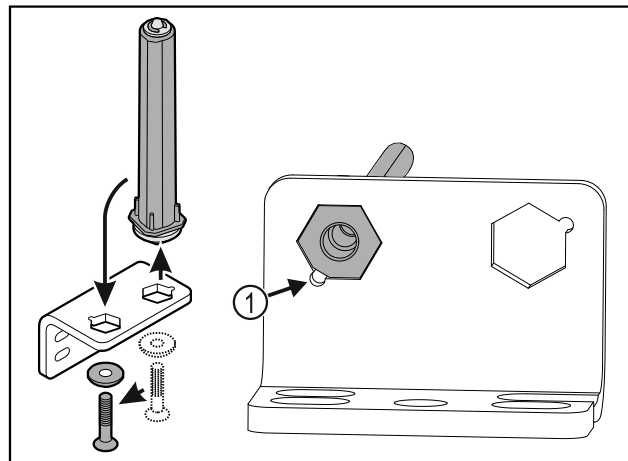

Fig. 25
- ▶ Bëni kujdes që gjatë vendosjes, e prera e kokës së bulonit Fig. 25 (1) të jetë e drejtuar nga vrima e rrumbullakët.